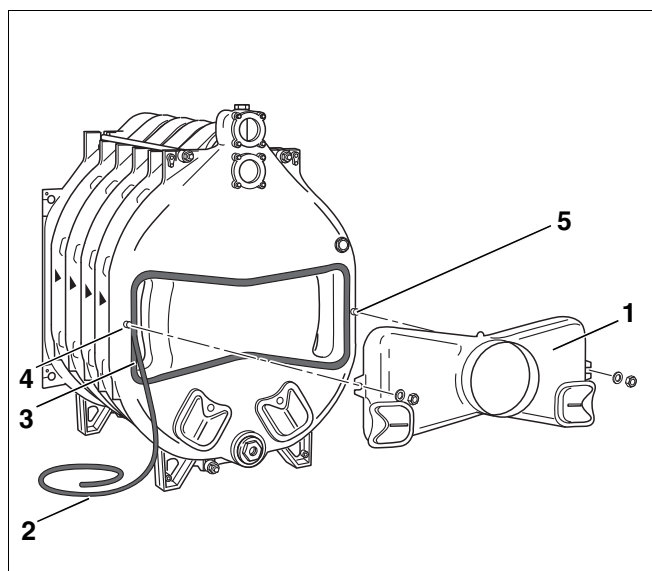

Fig. 24 Montage – collecteur des fumées
Pour étanchéifier les raccords entre la chaudière et le collecteur (fig. 24, [1]), le cordon KM est mis en place (fig. 24, [2]).
- ▶ Bien enfoncer le cordon dans la rainure. Le cordon d'étanchéité doit être posé de manière à ce que la butée du cordon se trouve dans la zone latérale de la rainure (fig. 24, [3]).
- ▶ Placer le collecteur des fumées sur les deux goujons filetés (fig. 24, [4] à [5]) et visser avec les rondelles plates et les écrous.